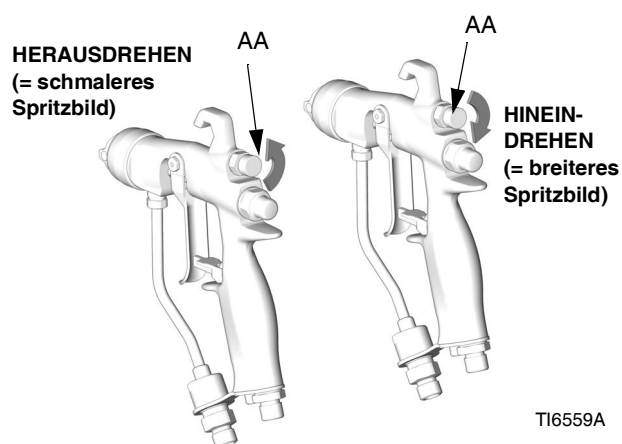

ABB. 6. Luftzufuhr-Knopf für Spritzbildeinstellung
- Siehe ABB. 6. Die Steuerluft zur Spritzbildanpassung durch vollständiges Drehen des Knopfes (AA) im Uhrzeigersinn abriegeln. Damit wird die größte Spritzbildbreite eingestellt.